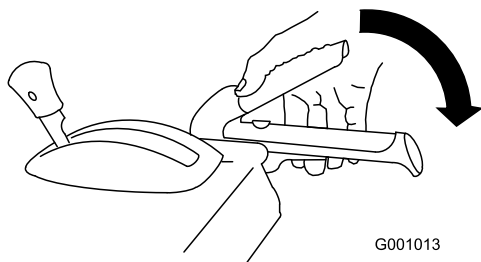

Рисунок 37
1. Для включения привода шнека/крыльчатки прижмите правый рычаг (шнека/крыльчатки) к рукоятке (Рисунок 37).